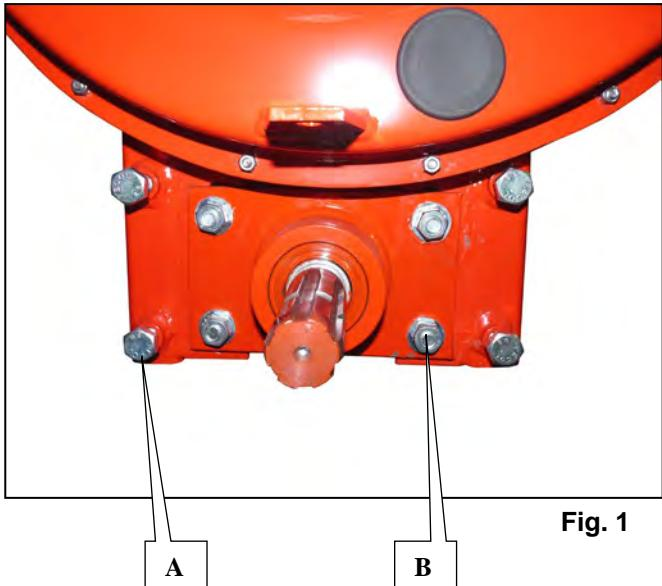

Fig. 1
- Die Furchenzieher mit Hilfe der Stifte A blockieren (Abb. 1).
- 2 Abbassare la seminatrice, sbloccare i tracciatori : ritirare i mandrini (A fig. 1) e posizionare un tracciatori a terra
- Bloccare i solcatori con dei mandrini A (fig. 1).
- 3 - Desserrer les 4 vis de palier (B fig. 1) sans les démonter.